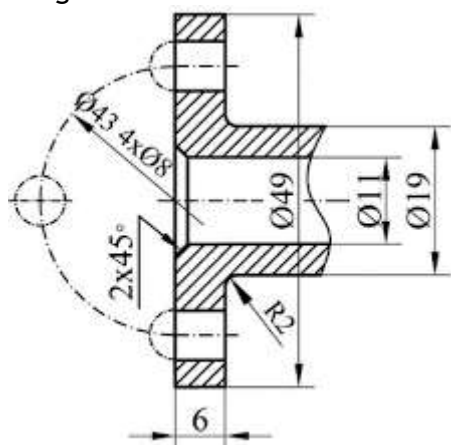

Fig.1.
2. Valoarea cotei pentru grosimea flanșei din fig.1 este :